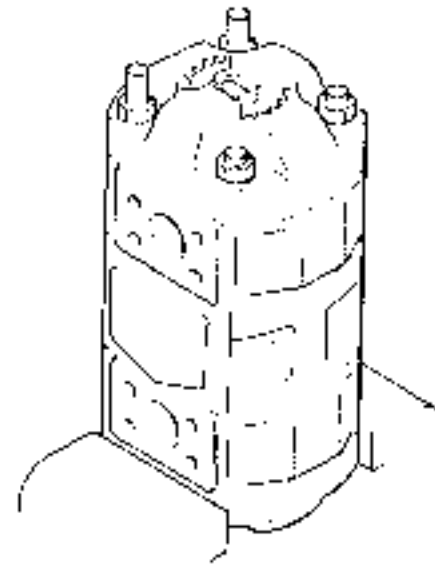

Fig. 8
3. Clamp the flow divider in a vice. (Fig. 8)
3. 万力で固定する。(Fig. 8)